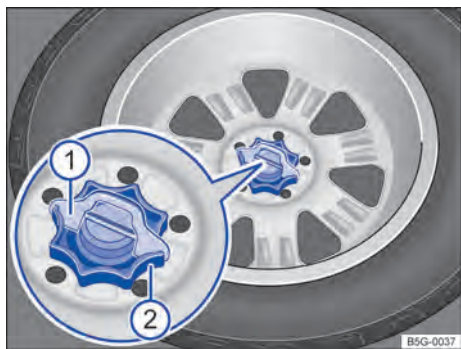

Fig. 236 No compartimento de bagagem: manípulo para fixação da roda sobressalente.
- Se necessário, retirar o calço de proteção contra giro → **Fig. 236** ① puxando-o para cima.
- Girar totalmente o manípulo localizado no meio da roda sobressalente ② no sentido anti-horário, e remover a roda sobressalente.